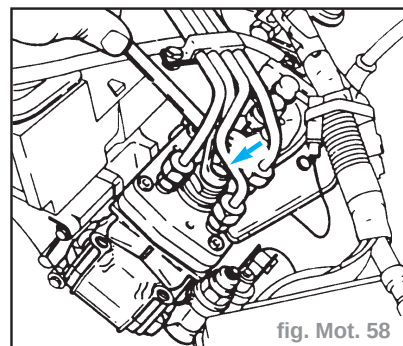

fig. Mot. 58
- Dévisser d'un tour le bouchon de purge sur la pompe d'injection et effectuer la purge de la pompe d'injection à l'aide de la pompe à main (fig. Mot. 58).